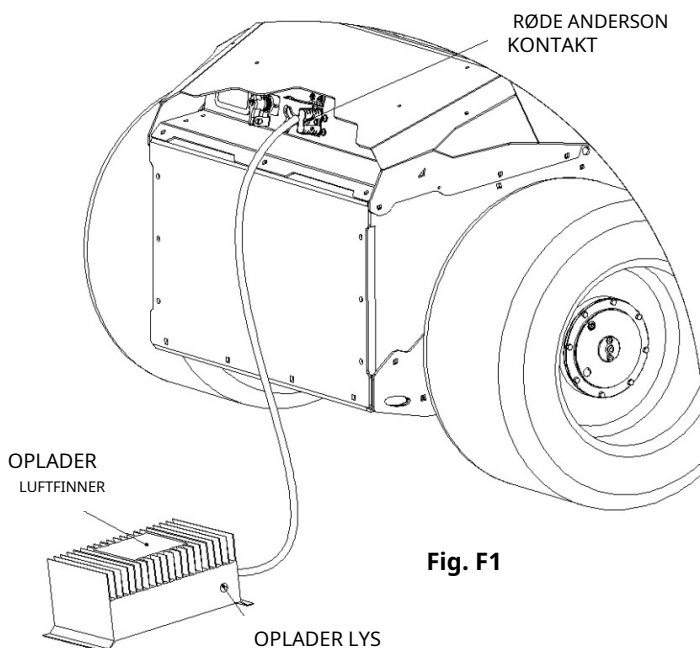

Fig. F1
- **Tilslut opladeren til plæneklipperens ladeport med Red Anderson Connector indfor eller bag (Fig. F1 eller F2).** Plæneklipperen kører ikke, når opladeren er tilsluttet en ladeport. Tryk på startknappen (det er ikke nødvendigt at indtaste adgangskode). **Sæt opladeren i en 220-240VAC stikkontakt.** Du vil se et rødt lys på opladerenheden, og køleventilatoren tænder. Dette vil indikere, at opladeren fungerer korrekt.